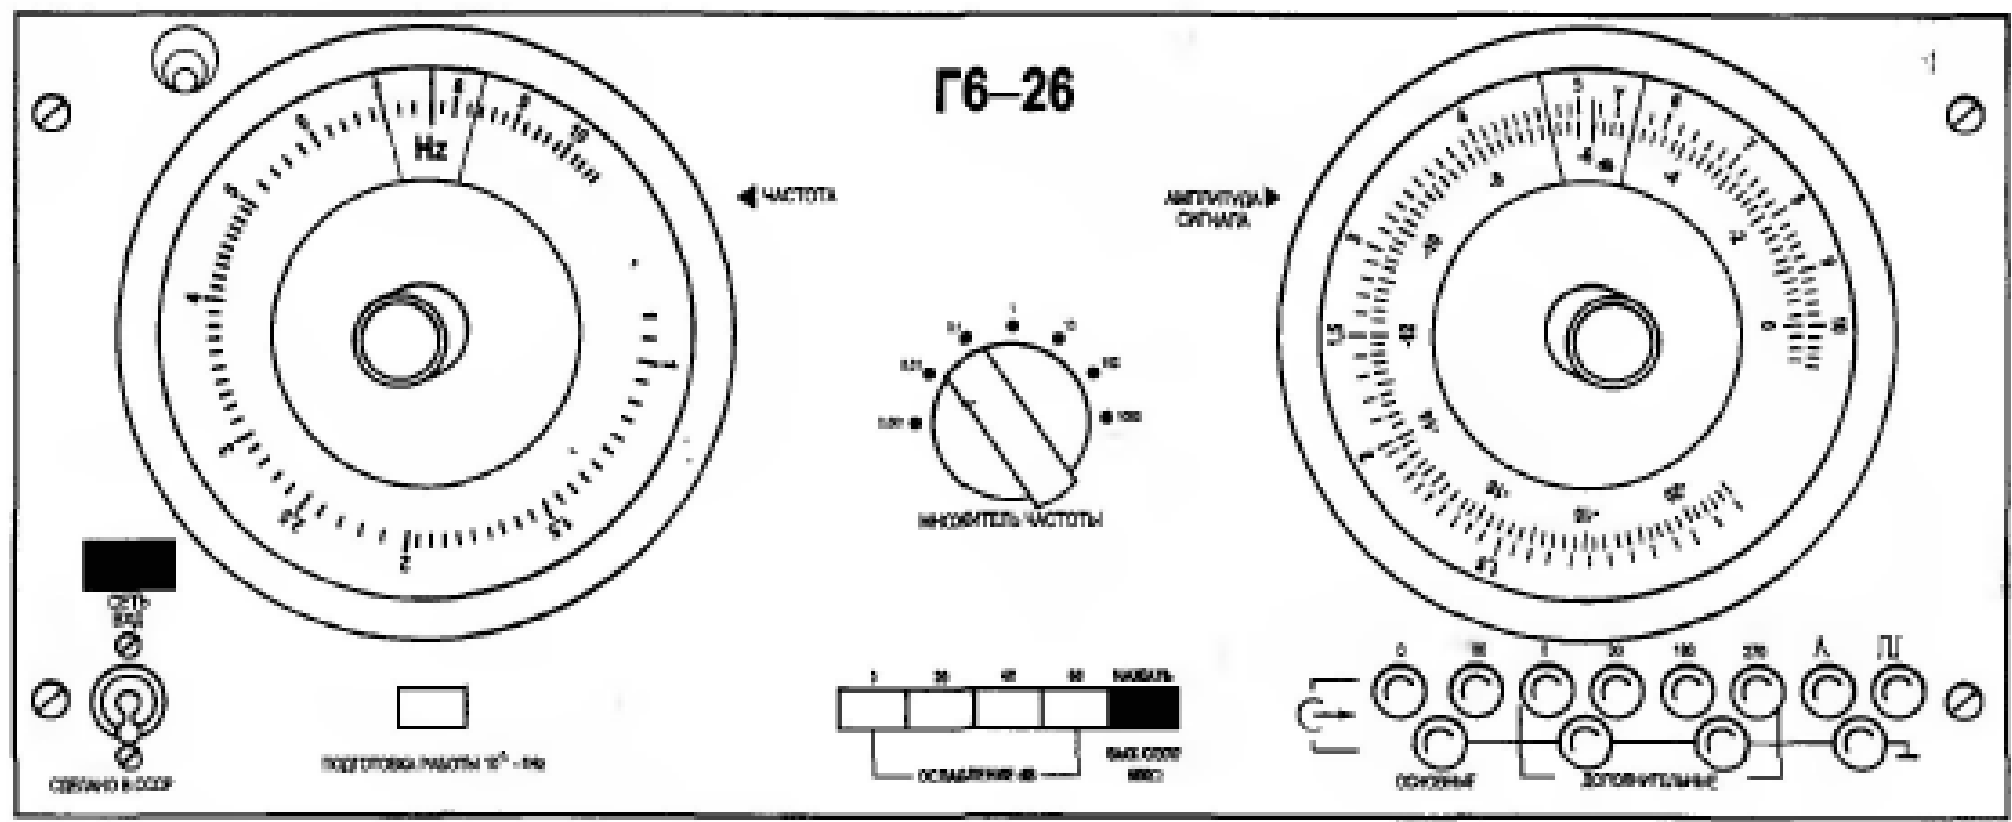

Рис. 6.15. Лицевая панель генератора Г6-26
**6.40.** Определить частотный диапазон прибора, лицевая панель которого изображена на рис. 6.15.
**6.42.** По изображению лицевой панели на рис. 6.15 определить полное название прибора.